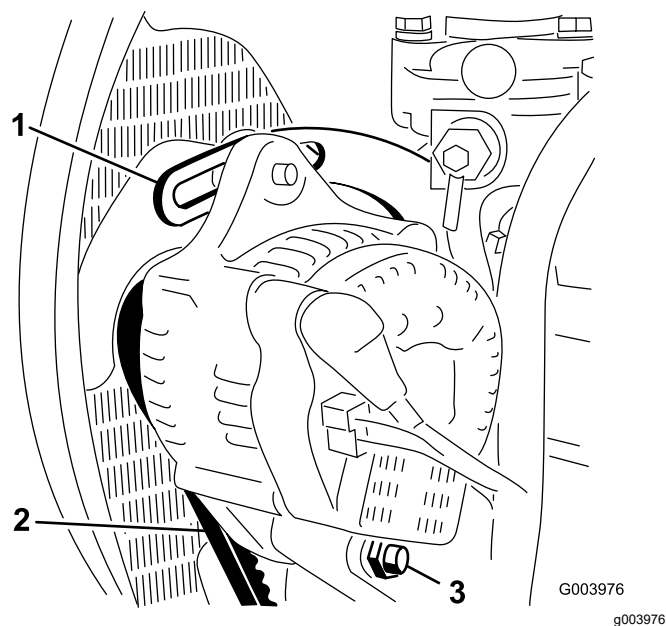

Figura 71
2. Controllate la tensione della cinghia dell'alternatore premendola (**Figura 71**) al centro tra l'alternatore e le pulegge dell'albero a gomito con una forza di 10 kg.
3. Allentate il bullone che fissa il supporto al motore (**Figura 71**), il bullone che fissa l'alternatore al supporto ed il bullone di rotazione.